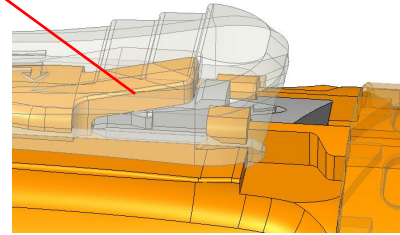

图 3
- 1、用专用工具（没有时可用刀头宽度 ≤ 2.5 的一字螺丝刀代替）往上顶按键下方的锁止装置，接着感受到明显卡顿，说明锁止装置向上移动至内部过盈位并卡住位置（图3）；